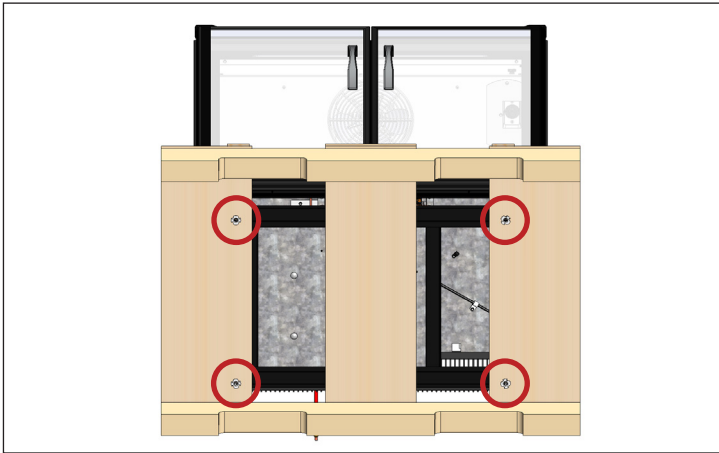

Fig. 1. Emplacements des boulons de transport.
5. Retirez tous les boulons de transport fixant la palette au fond de l'appareil. Voir fig. 1.